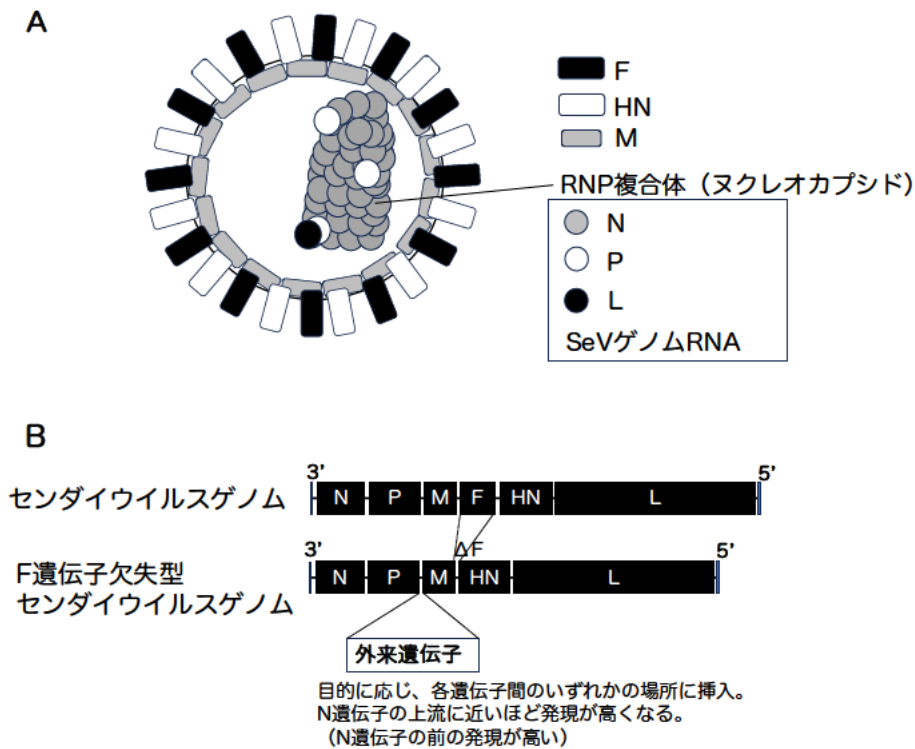

図 1 センダイウイルス粒子とゲノムの構造
SeV の RNA ゲノムには 3' 端から順に、RNA ゲノムに結合するヌクレオカプシドタンパク質 (N)、RNA ポリメラーゼの小サブユニットであるリン酸化タンパク質 (P)、ウイルス粒子の膜構造を維持するマトリックスタンパク質 (M)、細胞への侵入に関わる膜融合タンパク質 (F)、細胞との結合に重要なヘマグルチニン-ノイラミニダーゼタンパク質 (HN)、RNA ポリメラーゼの大サブユニットであるラーゼタンパク質 (L) がコードされています (図 1)。さらに P 遺伝子には P タンパク質とは読み枠が異なる C タンパク質や V タンパク質がコードされています。一般的に伝播性に関与する F 遺伝子をゲノムから欠失させ、F 遺伝子を発現する産生細胞を用いることで二次感染しない非伝播性の SeV ベクターが得られます。